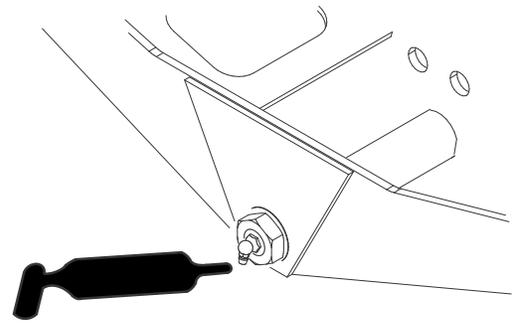

Bild 67
- Achsenlenkzapfen (1) (Bild 67)